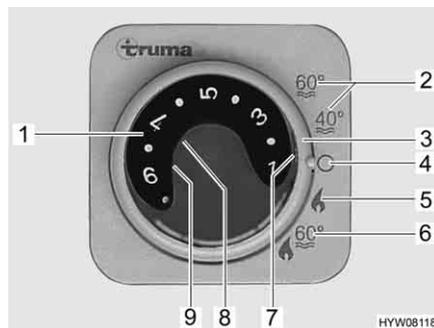

Fig. 159 Unidade de comando para o aquecimento/termoacumulador
- Regule o modo de serviço com o interruptor rotativo (Fig. 159,3).
O aquecimento escolhe automaticamente o nível necessário do queimador de acordo com a temperatura ambiente desejada. Quando é atingida a temperatura ambiente pretendida, o queimador desliga-se. No modo de serviço "Aquecimento e termoacumulador" (Fig. 159,6) também é aquecida a água dentro do termoacumulador. O aquecimento pode ser posto a funcionar no modo de serviço "Aquecimento sem termoacumulador" (Fig. 159,5) com o termoacumulador vazio.
- Regule o botão rotativo da temperatura (Fig. 159,1) na unidade de comando para o nível de aquecimento pretendido.
- Coloque o interruptor rotativo (Fig. 159,3) em funcionamento de inverno "Aquecimento sem termoacumulador" (Fig. 159,5) ou em funcionamento de inverno "Aquecimento e termoacumulador" (Fig. 159,6).
A luz piloto verde (Fig. 159,7) acende-se.
- Coloque o interruptor rotativo (Fig. 159,3) em "O" (Fig. 159,4).
A combinação do funcionamento a gás e do funcionamento elétrico com 230 V reduz o tempo de aquecimento do veículo (só possível, quando o aquecimento está regulado na unidade de comando (Fig. 159) para o funcionamento de inverno).